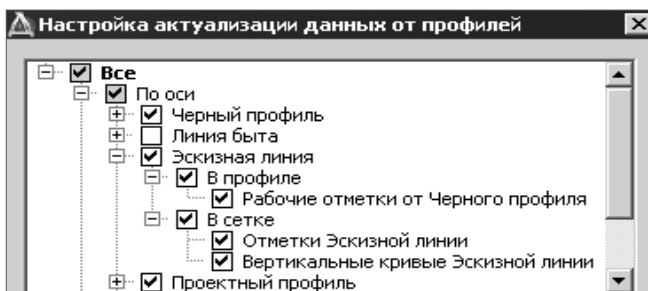

Рис. 20.5
- предварительно выбраны данные от эскизной линии, которые следует получать при актуализации (команда **Установки/Настройка актуализации данных профилей и сеток**) (рис. 20.5).